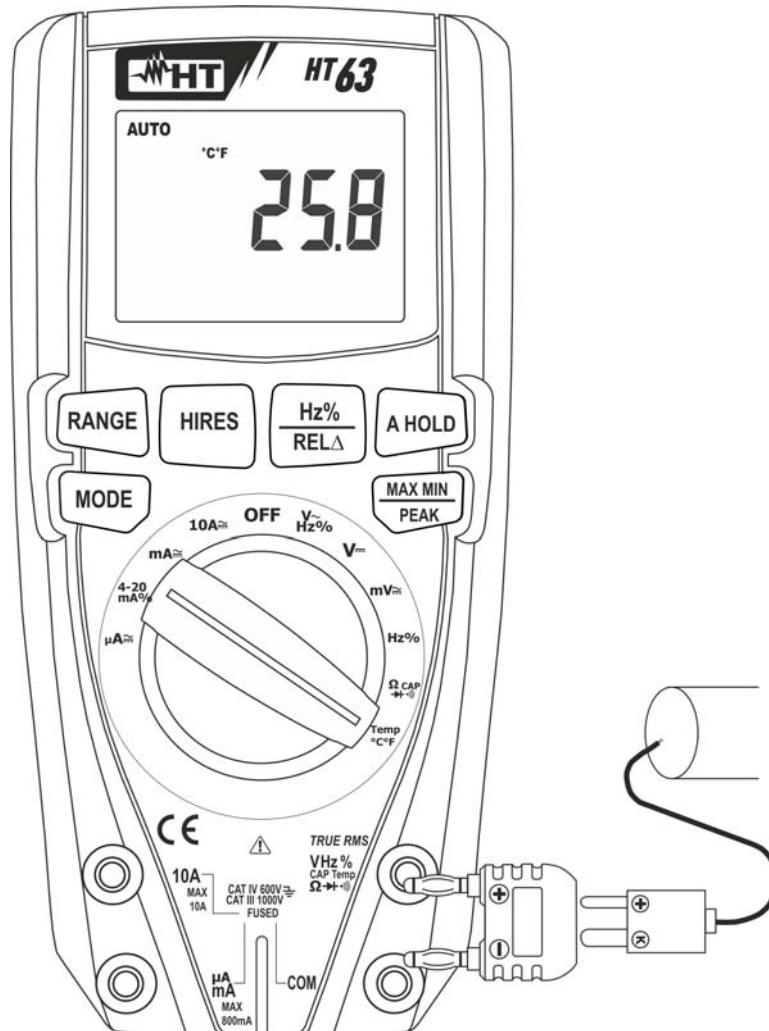

Fig. 8: Mesure de température
3. Insérer l'adaptateur fourni dans les bornes d'entrée **VHz%CAPTempΩ** (polarité +) et **COM** (polarité -) (voir Fig. 8)